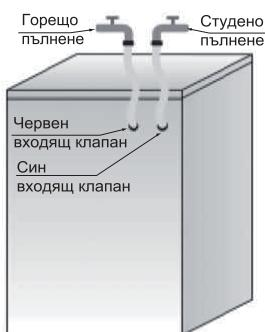

Рис.1
**Ако искате да свържете захранване с топла и студена вода (рис.1):**